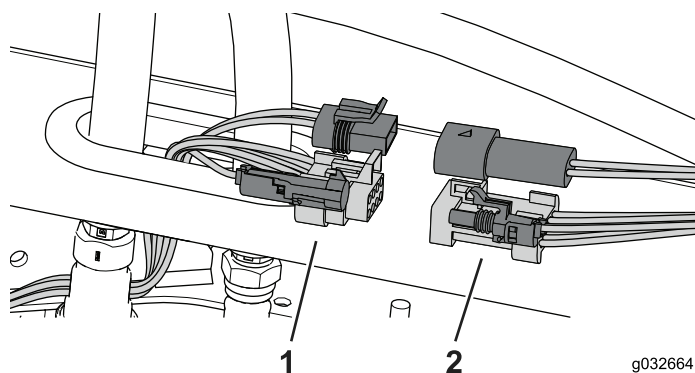

Рисунок 74
1. Проложите жгут проводов из кабины по направлению к жгуту проводов машины (Рисунок 74).